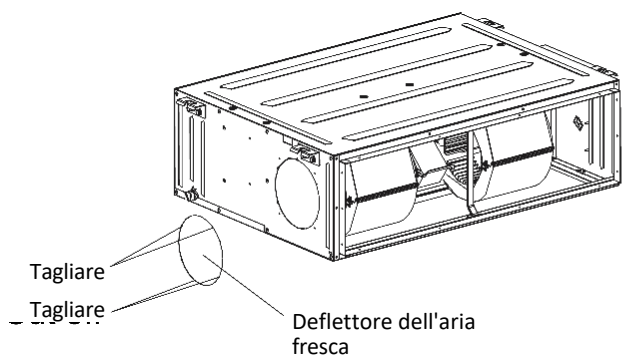

Fig. 4.4.6
❶ Quando è necessario collegare il condotto dell'aria fresca, tagliare il deflettore dell'aria fresca come illustrato nella Fig. 4.4.6. Se il condotto dell'aria fresca non viene utilizzato, tappare l'apertura del deflettore con una spugna.